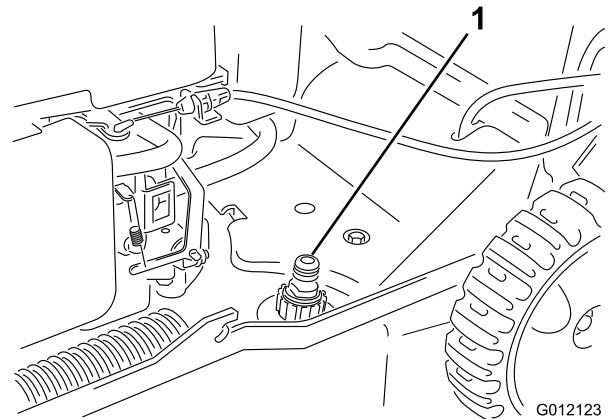

Figura 26
- Introduzca una manguera de jardín conectada a un grifo en el orificio de lavado de la carcasa del cortacésped (Figura 26).